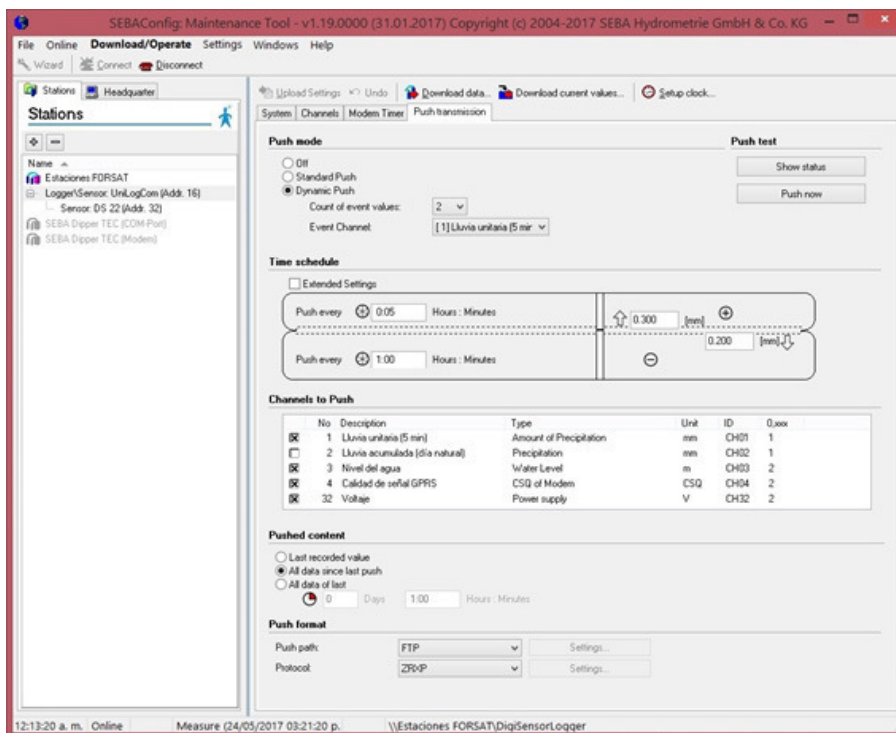

FIGURA 22. CONFIGURACIÓN DEL EMPUJE DE LA TRANSMISIÓN.
- En la sección “Channels to push” se seleccionarán los canales que se desea transmitir. En la configuración de la Figura 22 no se ha seleccionado el canal “Lluvia acumulada (día natural)” el cual se mide solo para que sea visualizado en la pantalla del registrador de datos por el observador/operador de la estación.